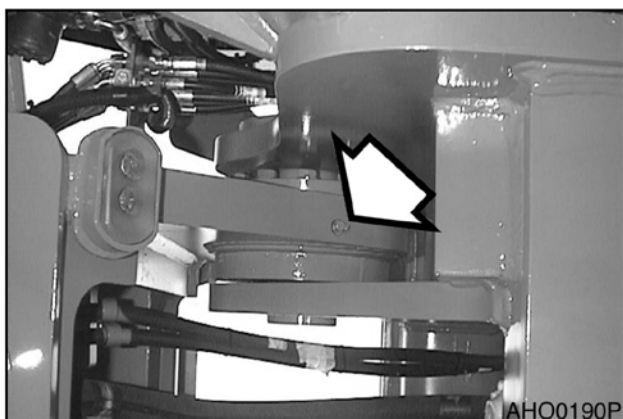
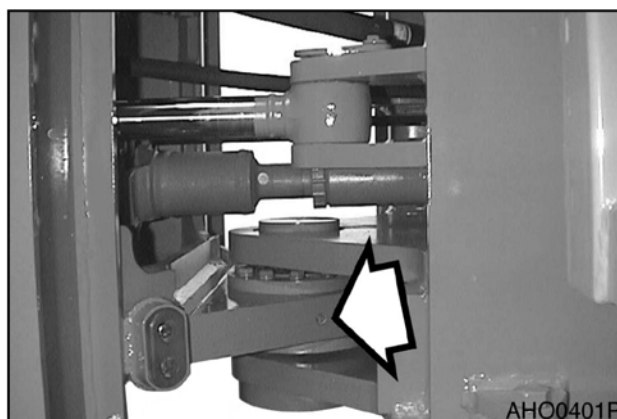

Рис. 42
Рис. 43
1. Центральные пальцы, верхний (рис. 42) и нижний (рис. 43). 2 точки на каждой стороне машины.